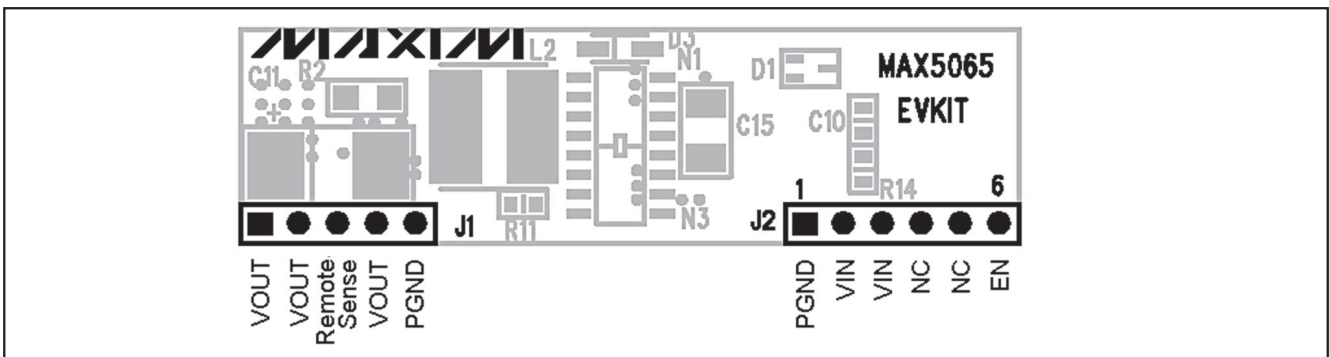

图 1. MAX5065 评估板引脚排列
- 1) 将直流电源连接至 MAX5065 评估板的 V_{IN} 和 GND 引脚。引脚排布如图 1 所示。